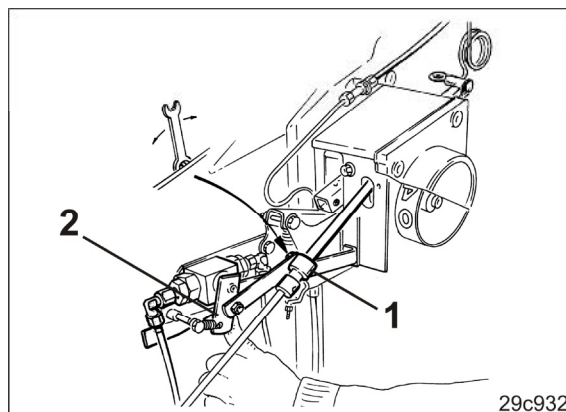

図 217
2. 調整リング (図 217/1) を外します。
3. 制御弁レバー (図 217/1) を下へ押してください。